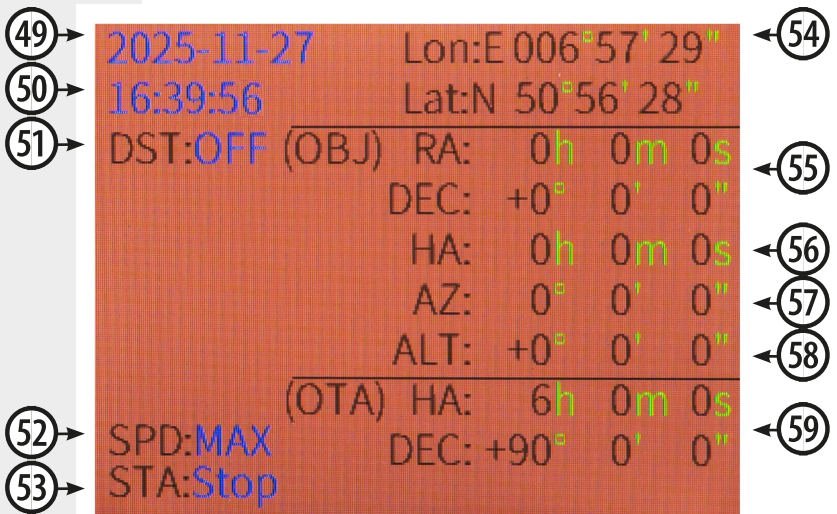

Fig. 22: Display-Anzeige der Handbox
11.2. DISPLAY-ANZEIGE (FIG. 22)
- (49) Datum
- (50) Uhrzeit
- (51) Sommerzeit ein/aus
- (52) Nachführgeschwindigkeit
- (53) Nachführung ein/aus
- (54) Standort-Koordinaten
- (55) Objekt-Koordinaten
- (56) Stundenwinkel
- (57) Azimut-Koordinaten
- (58) Altitude-Koordinaten